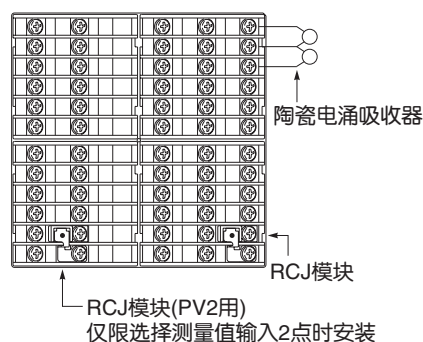

图5 陶瓷电涌吸收器以及RCJ模块安装位置
安装位置 请连接在继电器控制输出的接点间。(参见图5)
- 热电偶输入时，请确认附属的RCJ模块是否如图5所示方法连接。